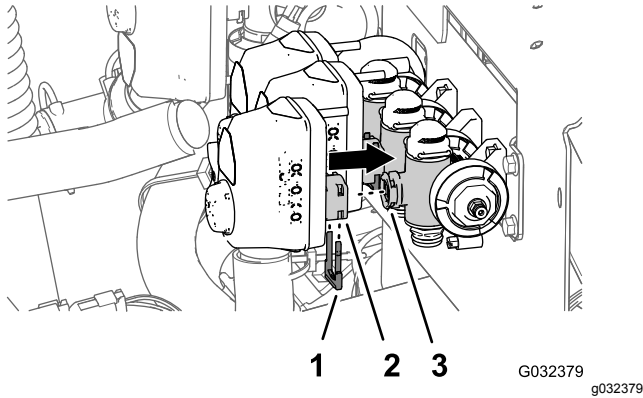

Bild 59
6. Fluchten Sie die Kupplung des Abschnittventilaktuators, den Sie in Schritt 2 in **Entfernen des Ventilaktuators (Seite 28)** entfernt haben, mit dem Schaftanschluss des Verteilerventils aus (**Bild 59**).
7. Befestigen Sie den Abschnittventilaktuator mit einem Halter (**Bild 59**), den Sie in Schritt 1 in **Entfernen des Ventilaktuators (Seite 28)** entfernt haben, am Verteilerventil.